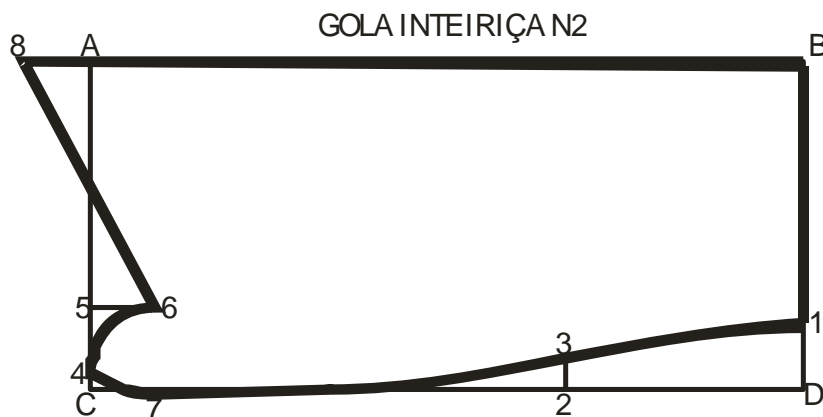

Figura 29 – Diagrama da Gola Inteiriça.
14.6.1) Gola Inteiriça (FIGURA 29)